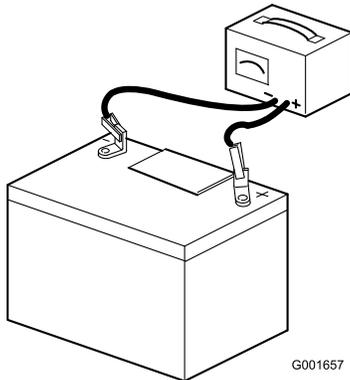

図 6
7. 充電器に接続し、充電電流を 34 A にセットする図 6。34 A で 48 時間充電する。